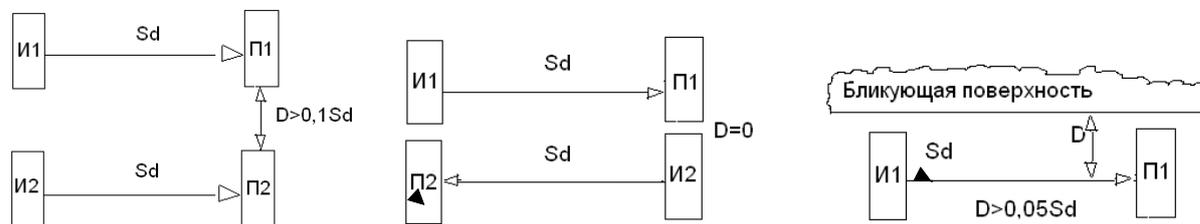

Рис. 3 Варианты установки ДПО-Э20
5.6 При монтаже ДПО-Э20 необходимо учитывать ограничения по их расположению, показанные на **Рис.3**.